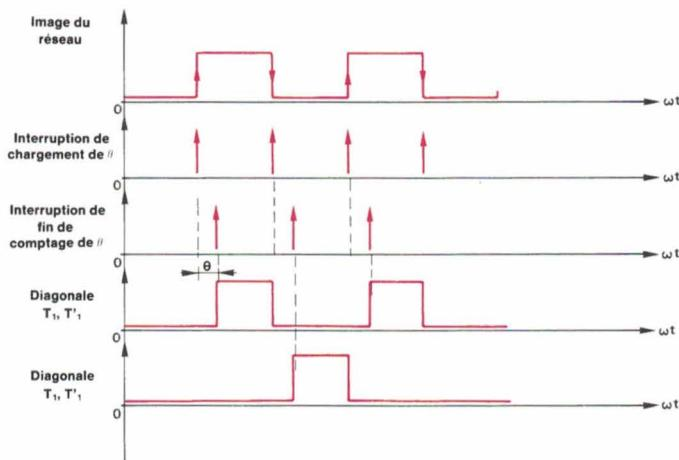

Fig. 5
- Une interruption due à la fin de comptage de l'angle θ électrique à l'issue de laquelle la diagonale adéquate du pont sélectionné sera validée (fig. 5).